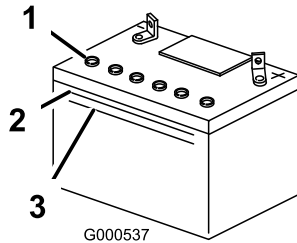

Figure 55
3. Observez le côté de la batterie. Le niveau d'électrolyte doit atteindre le trait **supérieur** (Figure 55). Le niveau d'électrolyte ne doit pas descendre au-dessous du trait inférieur (Figure 55).
7. Attendez 5 à 10 minutes après avoir rempli les éléments. Au besoin, ajoutez de l'eau distillée pour amener le niveau jusqu'au repère supérieur sur le côté de la batterie (Figure 55).
5. Enlevez les bouchons d'aération de la batterie (Figure 55).
6. Versez de l'eau distillée avec précaution dans chaque élément jusqu'au repère supérieur (Figure 55) sur le côté de la batterie.